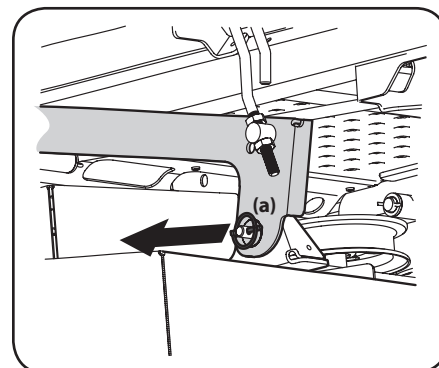

Figure 4-5
6. Repérez la goupille de déverrouillage (a) placée sur chaque côté du plateau de coupe. Retirez les goupilles pour dégager les deux bras de relevage. Voir Figure 4-5.
5. Retirez les goupilles de déverrouillage et placez le plateau de coupe de façon à aligner les trous sur les bras de relevage avec les goupilles. Voir Figure 4-5.